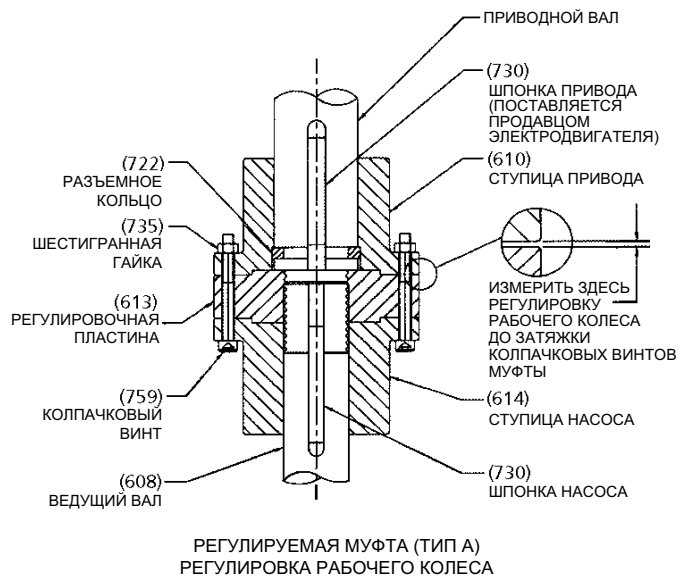

Рисунок 16
Регулировка рабочих колес одинакова для всех электродвигателей и приводов с ортогональной зубчатой передачей. Регулировка выполняется путем поворота регулировочной пластины (613). (См. рисунок 16 или 17). Правильная регулировка приведена на габаритном чертеже конкретного узла. Если насос имеет упорное гнездо, запрещается регулировать положение рабочих колес до тех пор, пока упорное гнездо не было установлено, и отрегулировать положение рабочих колес с помощью регулировочной гайки на упорном гнезде.
Для закрытых рабочих колес получить зазор между регулировочной пластиной и ступицей привода или распоркой, как указано на габаритном чертеже. См. рисунок 16 или 17.